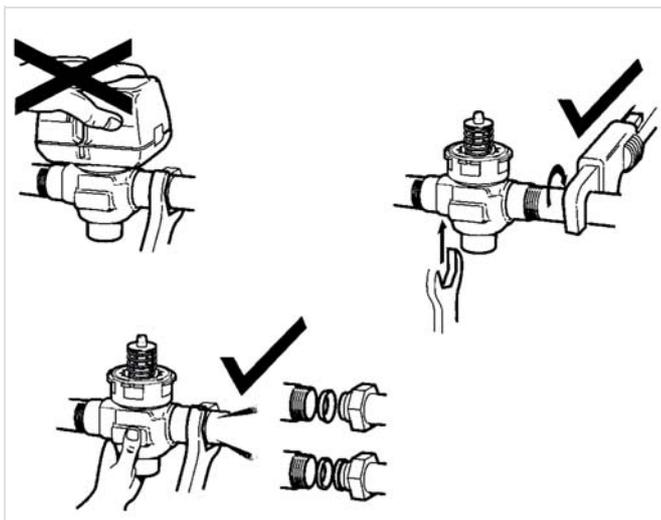

Abb. 5 Rohrleitungen
- 3) Der Antrieb rastet automatisch am Ventil ein (siehe Bild 5). Zum Entfernen am Einrastmechanismus direkt unterhalb des Handöffnungshebels anheben. Den Stellantrieb von Hand nach unten in Richtung Ventilkörper drücken. Dazu moderate Kräfte anwenden und den Antrieb gleichzeitig gegen den Uhrzeigersinn um 1/8-Drehung (45 Grad) drehen. Anschließend kann der Stellantrieb vom Ventilkörper abgehoben werden.
- 4) Zum Installieren des neuen Antriebskopfs in umgekehrter Reihenfolge wie in (2) gezeigt vorgehen.